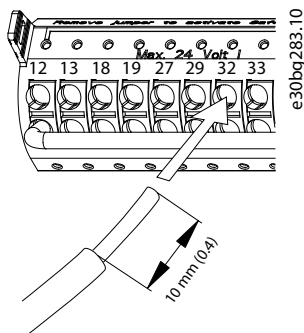

Bild 5.20 Ansluta fasta styrkablar
- Den fasta kabeln (den bara delen) trycks in i anslutningen. Se *Bild 5.20*.